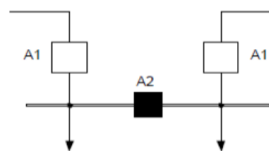

Рисунок 1 Схема питания потребителей собственных нужд станции
3. Потребители собственных нужд станции подключены по схеме (рисунок 1). Вероятность безотказной работы источника в течение времени между плановыми остановками блока равна 0,9. Вероятность отказа в отключении одной секции шин равна $q(A1)=0,05$ и во включении – $q(A2)=0,01$, секционный выключатель осуществляет АВР секции, оставшейся без питания, за счет соседней секции и ее источника. Определить вероятность бесперебойного электроснабжения любого из потребителей этой системы.